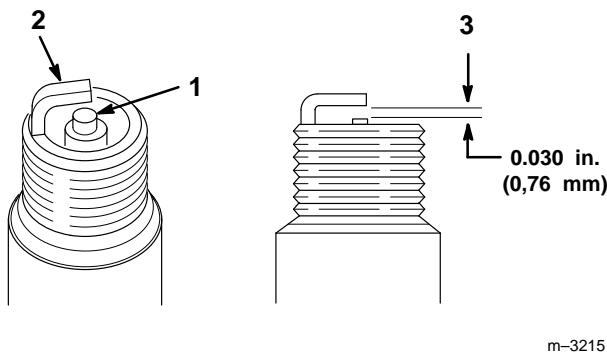

Figure 27
- Inspecter le centre des bougies (Fig. 27). Si le bec de l'isolateur est recouvert d'un léger dépôt gris-brun, le moteur fonctionne correctement. S'il est couvert d'un dépôt noir, c'est généralement signe que le filtre à air est encrasé.
- Contrôler l'écartement entre l'électrode centrale et l'électrode latérale (Fig. 27). Courber l'électrode latérale (Fig. 27) si l'écartement est incorrect.